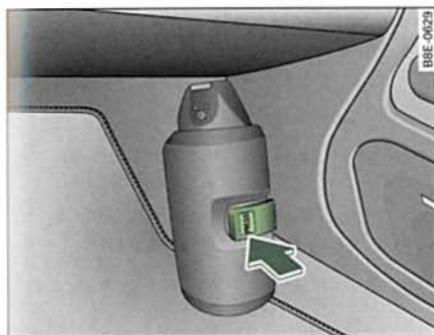

Fig. 226 Extintor, en el espacio reposapiés del acompañante
- Suelte el cinturón que lo sujeta presionando el botón con la inscripción "PRESS" ⇒ fig. 226 -flecha-.